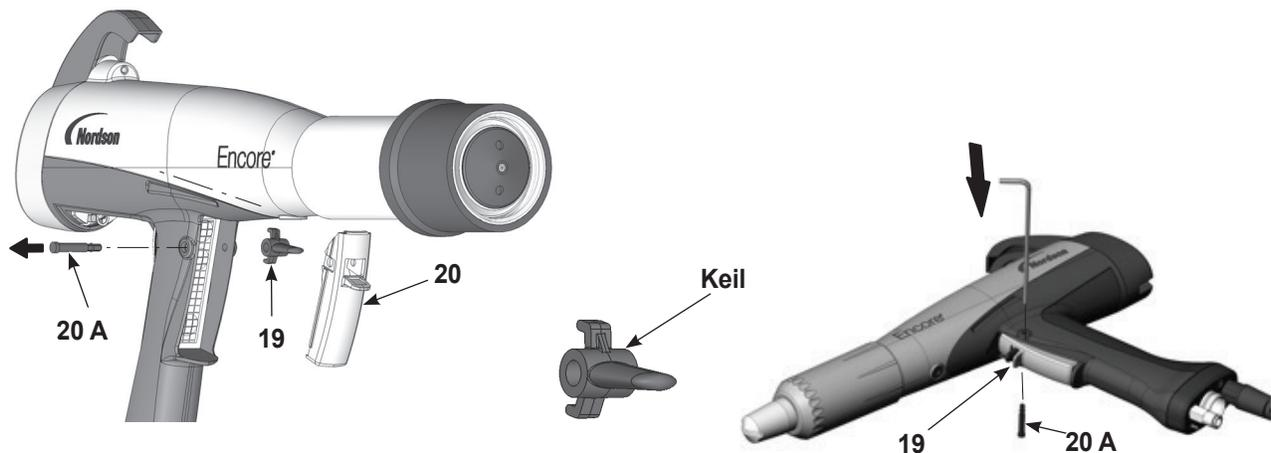

Abbildung 6-7 Entfernen von Achse und Auslöser vom Griff
3. Siehe Abbildung 6-7. Den Sprühapplikator so auf einen festen Untergrund legen, dass das Ende der Auslöserachse mit dem kleineren Durchmesser (20A) nach oben zeigt.
5. Sprühauslöser (20), Aktor (21, nicht abgebildet) und Spülauslöser (19) vom Griff abnehmen.